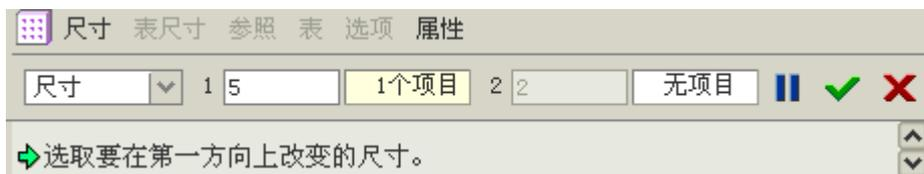

图 53-18
- (3) 在阵列特征操控板中输入阵列子特征数量为 5（包含原始特征），如图 53-18 所示。